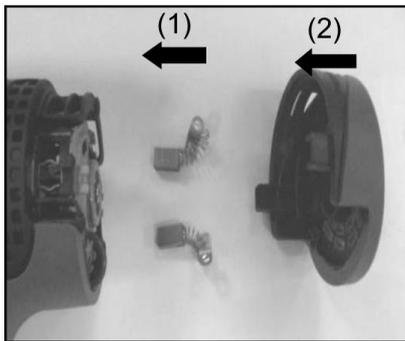

Fig.12
- Mettez le balai de carbone neuf en place, et le couvercle arrière sur le logement dans l'ordre approprié. Reportez-vous à la photo pour voir le sens de mise en place du balai de carbone. (Fig. 12 et 13)